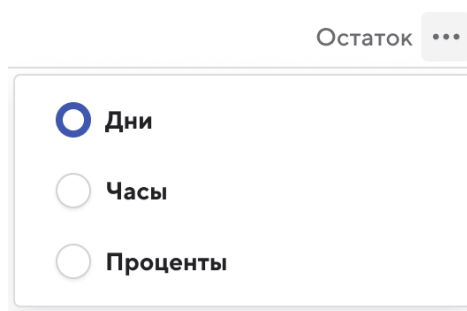

Рисунок 122 – Выпадающий список поля «Остаток»
4. В разделе «График» в поле «Остаток» нажмите кнопку **...**. Откроется выпадающий список с набором единиц измерений (Рисунок 122) наработки ЗИП.